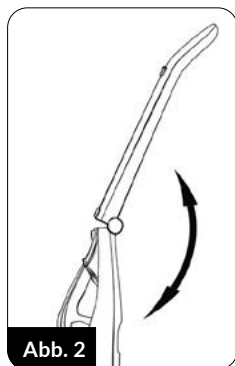

Abb. 2
4. Die Griffeinheit (2) auseinanderziehen und in ausgezogener Form blockieren (Abb. 2). Der Griff lässt sich durch die Betätigung des Knopfs (3) wieder zusammenschieben.